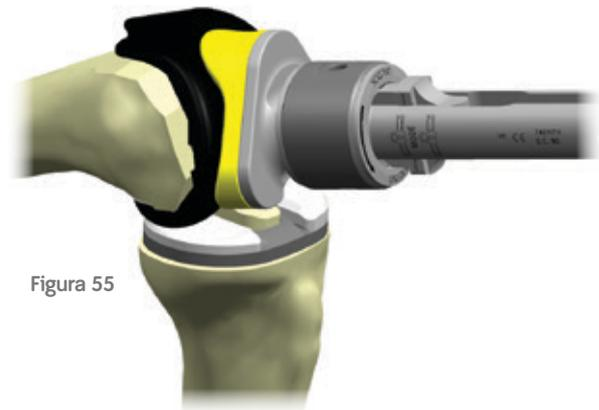

Figura 55
- 6 Coloque el componente femoral sobre el fémur situando el borde proximal de los cóndilos posteriores en el extremo distal de la resección posterior y girando el componente femoral para alinear las puntas de los tetones con los orificios para tetones preparados en el fémur (figura 55).